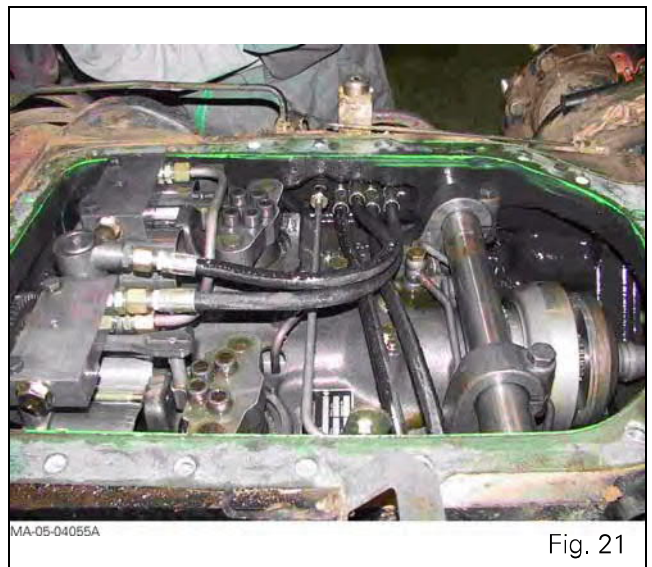

Fig. 21
21. Remove the cover. (Fig. 21)